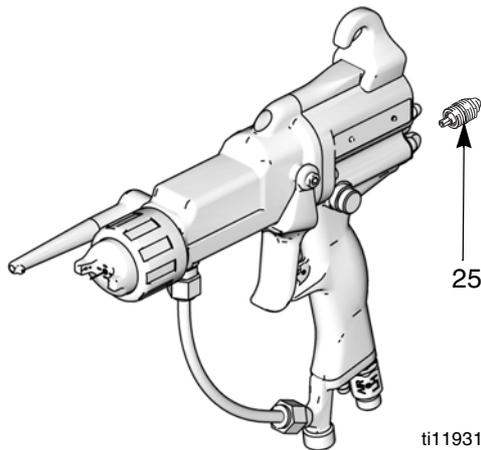

Fig. 20. Vanne de régulation du fluide
2. Retirez la vanne de régulation du fluide (25). Elle ne peut être remplacée que par un ensemble complet. Consultez la FIG. 20.
3. Vissez la vanne (25) dans la poignée du pistolet. Serrez à un couple de 1,7-2,8 N•m (15-25 po-lb).